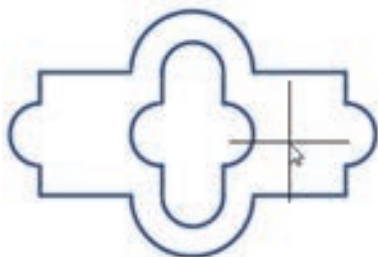

图 2-85 拾取点
4) 单击“拾取点”按钮，使用鼠标光标在图 2-85 所示的图形内部单击，会检测到所需的边界，然后按〈Enter〉键，系统出现“已提取 2 个环，已创建 2 个面域，BOUNDARY 已创建 2 个面域”的提示信息。